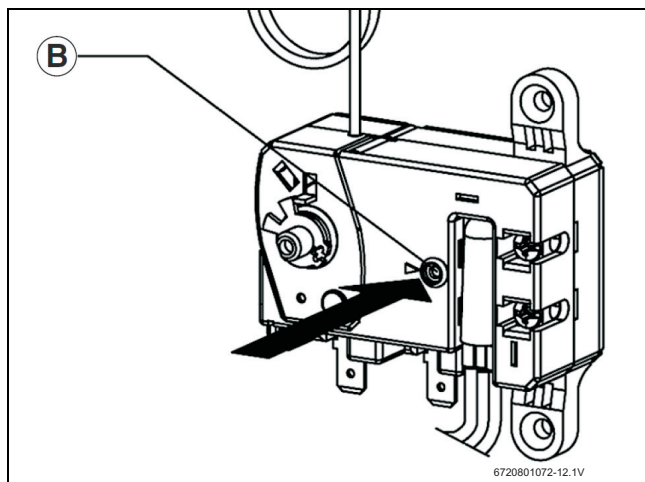

Fig. 13
- ▶ Presione firmemente el botón de reinicio (fig. 13, [B]) con la punta de un bolígrafo u objeto similar.